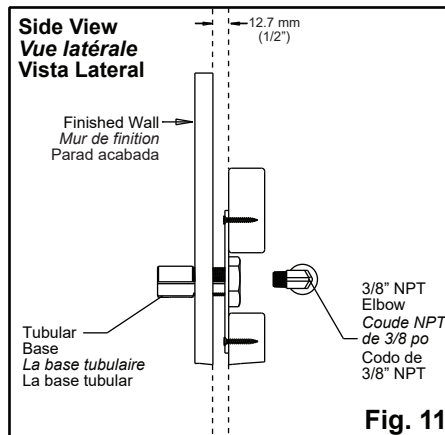

Fig. 11
- Attach 3/8" elbow to tubular base. See Figure 11.
- Attachez le coude de 3/8 po à la base tubulaire. Voir la figure 11.